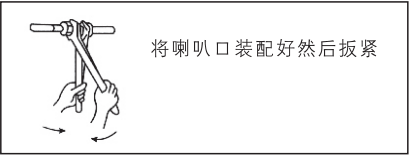

图 19
- (3) 用两把扳手按图19那样双手用力且参照表(5)的扭矩牢固地扳紧。